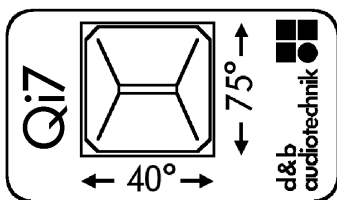

Fig. 11: Etiqueta para la dispersión de la trompeta
3. Gire la trompeta hasta 90° - Fig. 11.